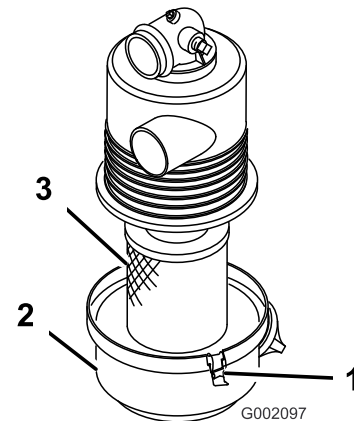

Figure 24
2. Vérifiez si le filtre à air présente des dommages susceptibles d'occasionner des fuites d'air. Le couvercle doit être parfaitement ajusté sur le boîtier du filtre à air (Figure 24).
3. Desserrez les attaches qui fixent le couvercle sur le boîtier du filtre à air (Figure 24).
4. Séparez le couvercle du boîtier du filtre à air et nettoyez l'intérieur du couvercle (Figure 24).